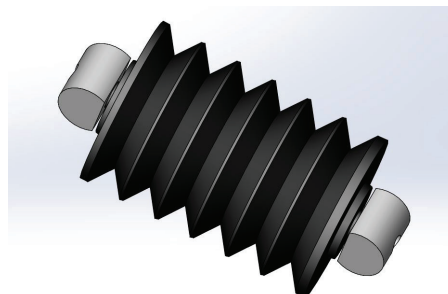

FIGURA 7
10. Revise los extremos de los ejes de los nuevos rodillos para comprobar que los adaptadores redondos estén alineados. Ver Figura 7.